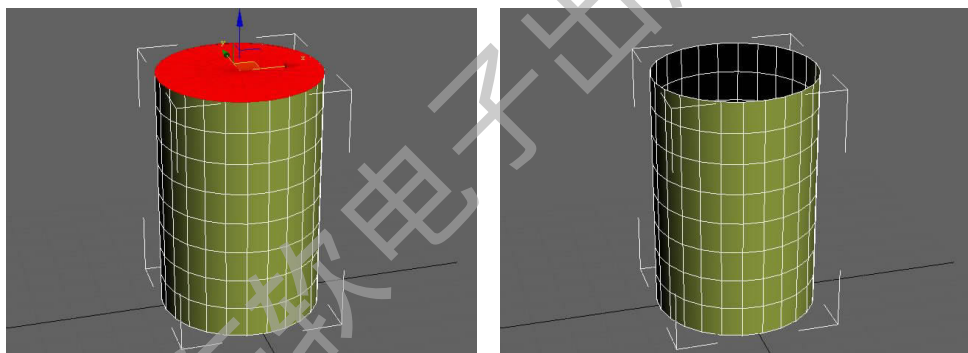

图 2-85 删除面
Step 2. 进入编辑多边形面级别,选中顶端的面进行删除,如图 2-85 所示。